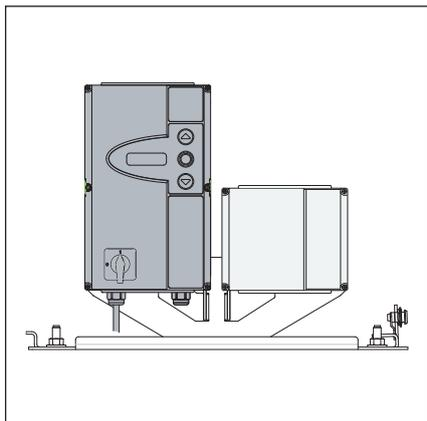

Рис. 3–1: Корпус блока управления и еще один дополнительный корпус
- Монтаж корпуса с монтажными опорами на стальном листе осуществляется с помощью входящих в комплект поставки саморезов для дюбелей (см. рис. 3–4 (С)) и подкладных шайб (просверлено отверстие 3,5 мм).